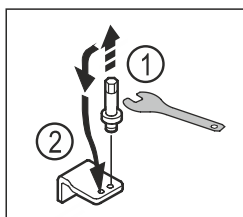

Fig. 22
- ▶ Skruva ur den undre lagerbockens bult med utvändigt sexkantsnyckel NV5. Fig. 22 (1)
- ▶ Sätt in bult på motsatta sidan. Fig. 22 (2)